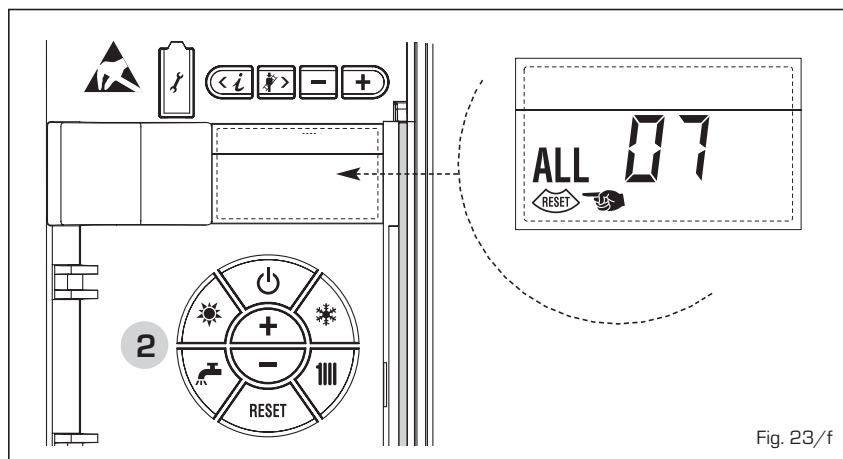

Fig. 23/f
- PARASITE FLAME ANOMALY ALARM 08 (fig. 23/g)